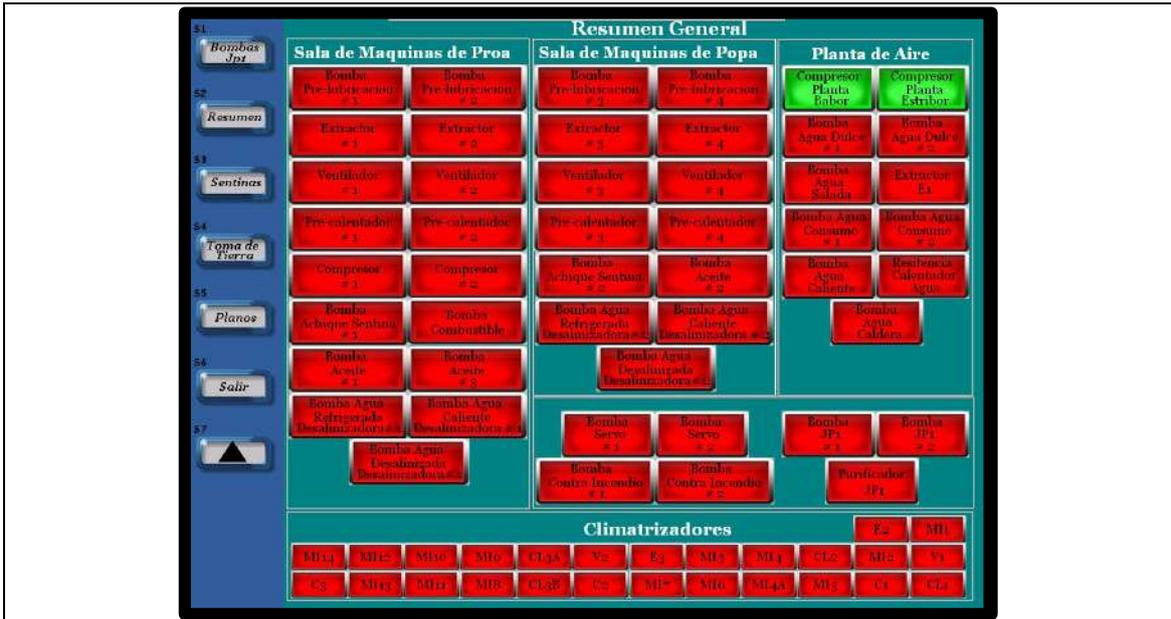

Figura II-14. Pantalla de Resumen General de Operación.
- **Pantalla de Resumen General de Operación (figura II-14):** permite la visualización de toda la maquinaria (bombas, motores, etc.) que se encuentra en funcionamiento en los diferentes compartimentos.